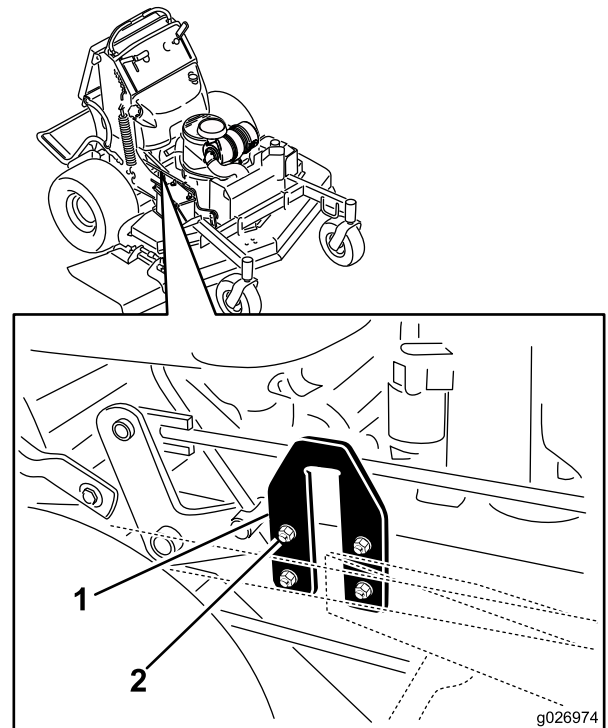

Figure 86
2. Trouvez les plaques en U sur le côté du plancher moteur (Figure 86).
3. Desserrez un côté de la plaque en U et montez ou abaissez la plaque pour réduire la différence entre les valeurs mesurées en **B** et **C** à 6 mm (1/4 po) maximum, comme montré à la Figure 86.